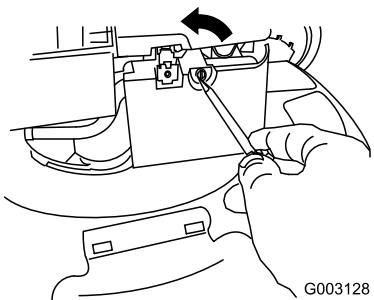

Figure 44
- Ouvrez le couvercle du filtre à air avec un tournevis (Figure 44)